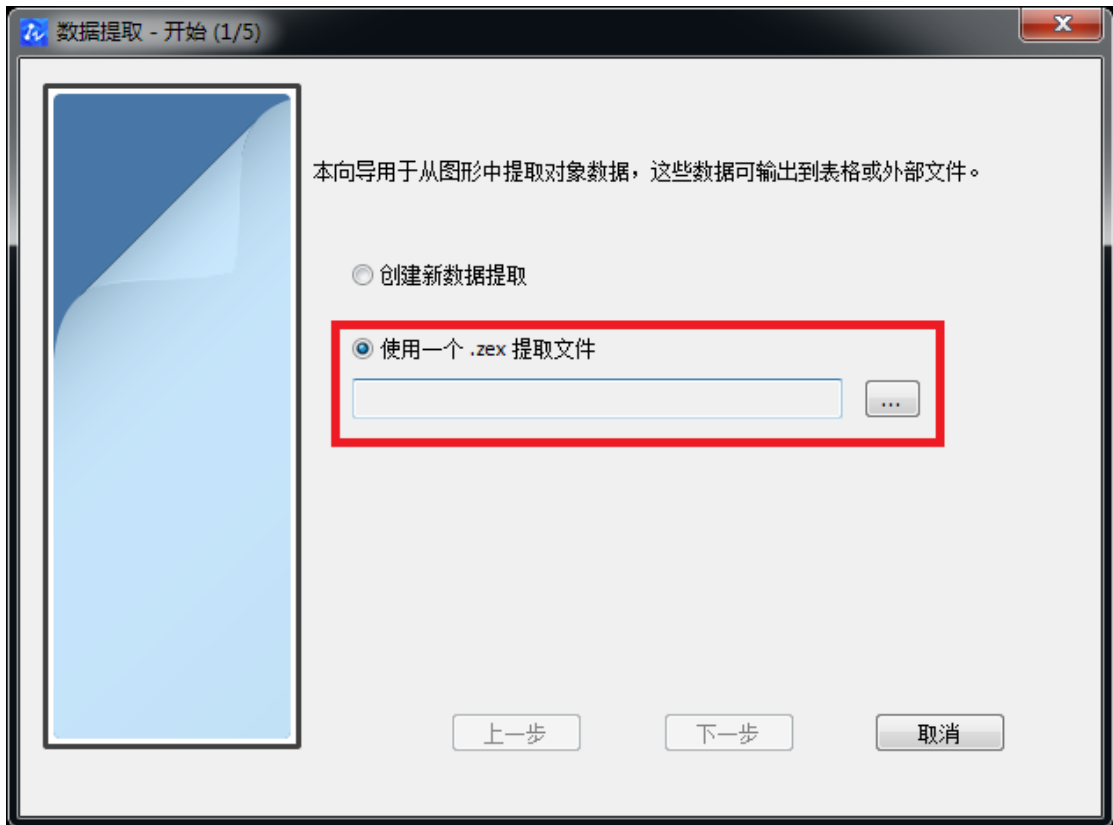

图 9-46 “数据提取-选择输出”对话框
d) 打开一张新图纸，执行 Dataextraction 命令，弹出“数据提取-开始”对话框，如图 9-46 所示。选择“使用一个.zex 提取文件”，点击旁边的[...]按钮。